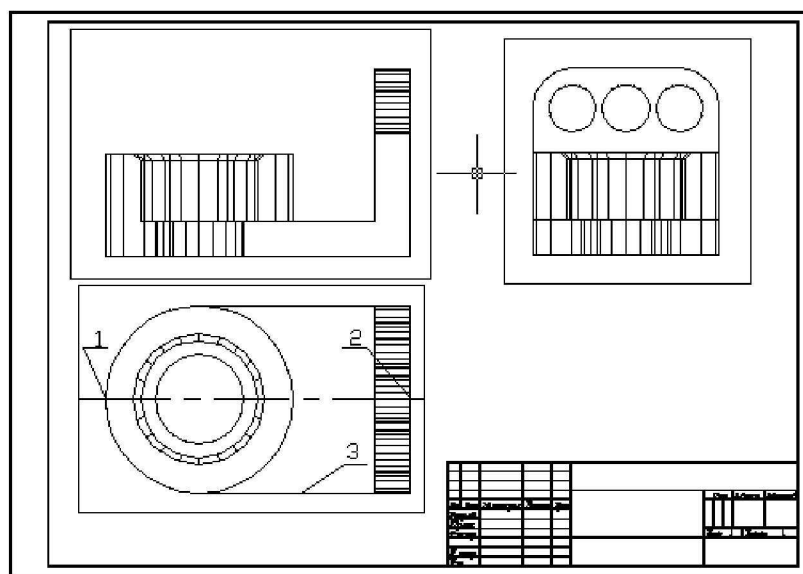

Рис. 8
8.1. Получить главный вид (рис. 8).
Select objects: В ответ на последовательность запросов указывать рамки всех видов, представленных на рис. 8.